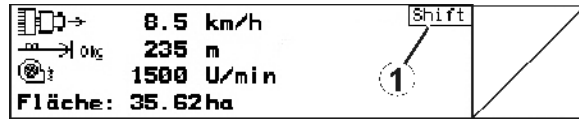

Fig. 10
- Shift tuşu etkin ise, bu durum ekranda gösterilir (Fig. 10/1).